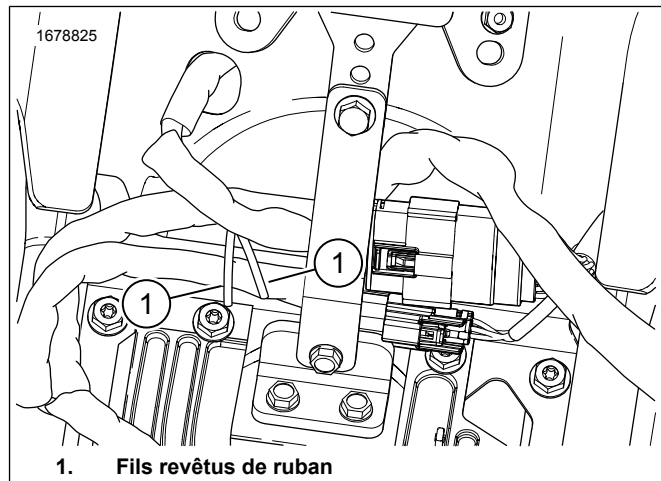

Figure 4. Fils de boîtier de batterie
1. Figure 4 Localiser les fils blancs/roses et blancs/marron revêtus de ruban dans la zone du boîtier de batterie. Retirer le ruban des fils.